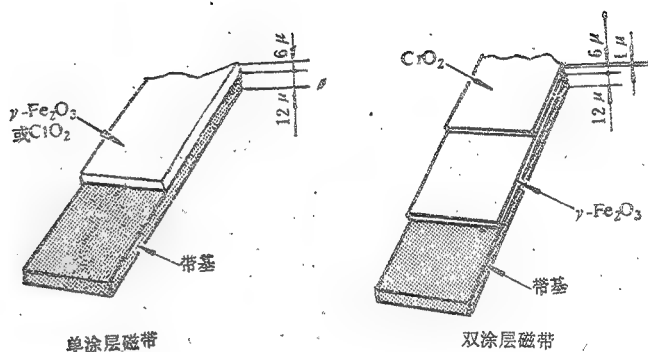

图 7 磁带的带基和涂层
的产生，还在材料中掺入一定量的石墨粉；屏蔽板是防止低频交流磁场进入磁头而设置的，多用坡莫合金等软磁材料制成；压带垫的作用是使磁带紧贴在磁头上，以保证磁带和磁头之间的空隙尽可能的小，它是在磷铜箔片上粘一小方形毛毡制成；导带轮用塑料制成，它在导轮轴上转动，引导磁带运行；导带柱是盒底成型时制出的两个圆柱，在两个导带轮边各有一根，它在磁带运行时起一定的阻尼作用；盒底和盒盖由塑料注塑成型，为了适应通用和互换，它是按国际标准尺寸设计的，其精度要求很严格。磁带由带基和磁性层组成（见图7），带基大多用聚脂薄膜制成，磁性层由磁粉和粘合剂均匀混合后涂敷在带基上，再经过微粒定向、烘干、压光和切割等工艺制成。
(4) 铁、铬双涂层盒式磁带(FERRI—CHROME CASSETTE TAPE)，简称Fe—Cr带，其磁性层有两层(见图7)。上层磁粉为 CrO_2 ，下层磁粉为 $\gamma\text{-Fe}_2\text{O}_3$ 。这种磁带是比较理想的新型磁带，适合用于录制音乐节目。
(5) 金属磁带(METALLIC CASSETTE TAPE)，其磁粉是由超细微粒的金属合金粉末制成。这种磁带到目前为止，除了少数特殊设计的录音座可以使用外，一般的收、录机尚不能使用。